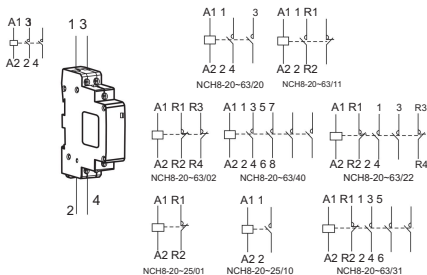

Figura 4 Método de conexión NCH8
3) Selección de cables y método de conexión: aplicable a la conexión de cables de cobre, consulte la Tabla 3 a continuación para conocer la categoría de cable, el área seccional, la longitud de la tira y el torque de apriete, consulte la Figura 4 a continuación para conocer el método de conexión.